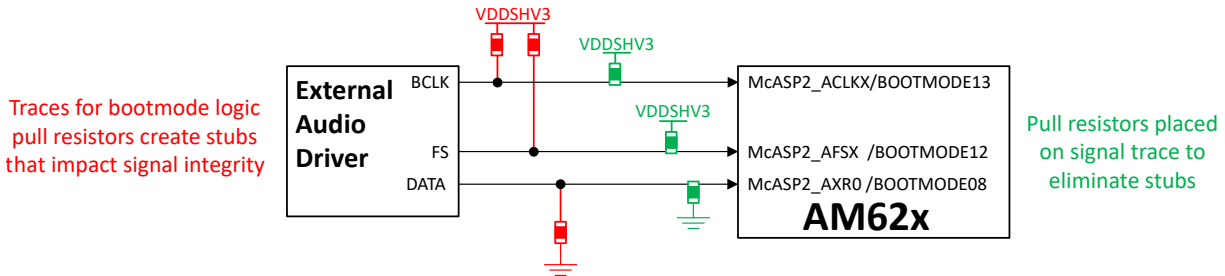

图 4-1. McASP 信号迹线桩
- 外部拉电阻器应与信号迹线成一条直线放置，以使其不会引入桩。图 4-1 展示了带和不带迹线桩的拉电阻器示例，其中应该为设计复制绿色实现。